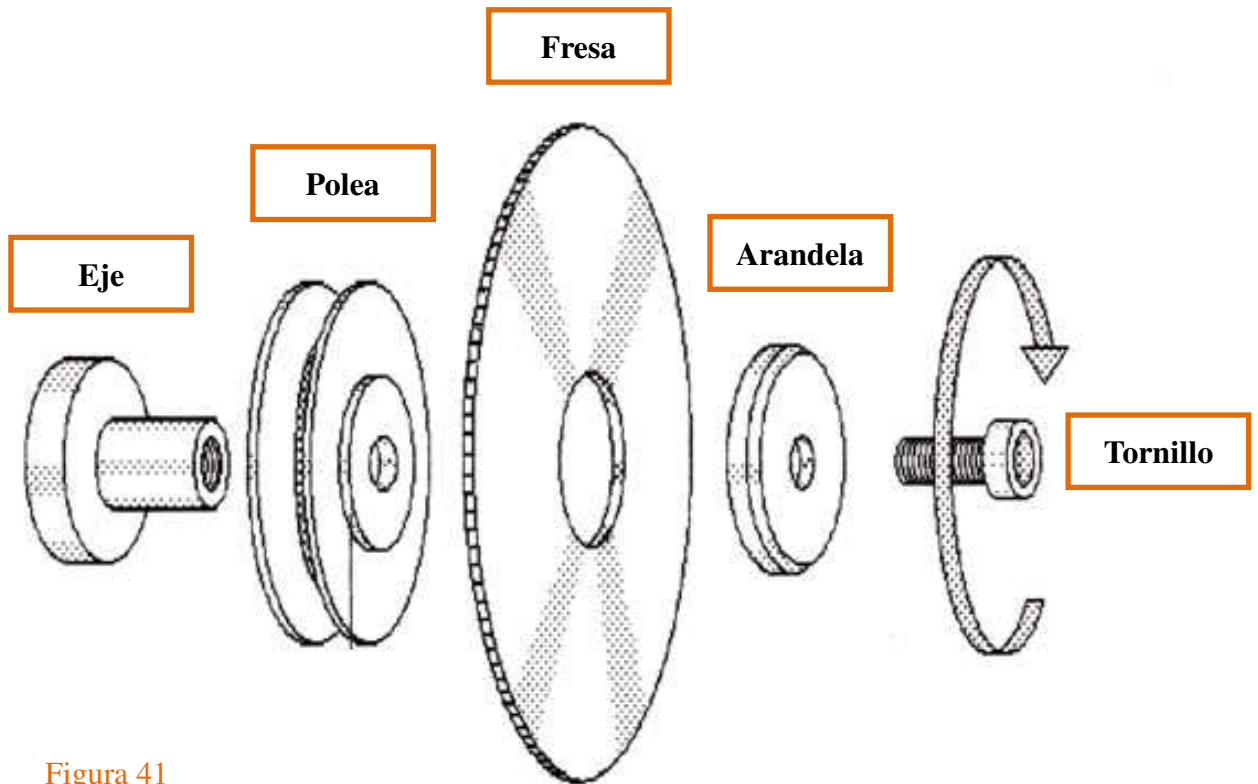

Figura 41
- 4) Use una llave hexagonal de 5 mm para aflojar el tornillo girándolo en **sentido antihorario**. Retire el tornillo, la arandela y la fresa desgastada (Nota: no es necesario retirar la polea) (ver figura 41).
- 5) Reemplace la fresa desgastada por una nueva. Asegúrese de que la nueva fresa esté colocada correctamente en el eje (ver figura 41).
- 6) Vuelva a colocar la arandela y el tornillo como se muestra en la figura 41.